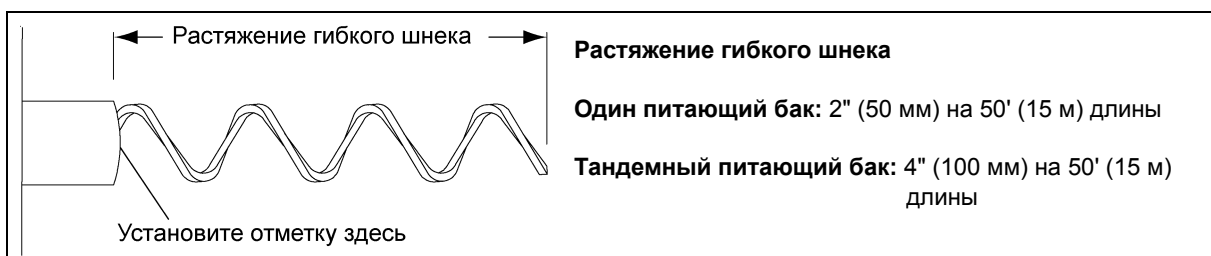

Рисунок 5Z Растягивание шнека
7. Вытяните шнек из трубы на требуемую величину. Измерьте длину между меткой и входным патрубком разгрузочного устройства. После надлежащего растягивания нанесите метку на шнек еще раз у патрубка разгрузочного устройства. См. рис. 5Z на стр. 35. Чрезмерное растяжение шнека приводит к преждевременному износу внутренних сгибов трубы из ПВХ. Недостаточное растяжение шнека приводит к преждевременному износу внешних сгибов трубы из ПВХ.